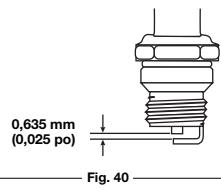

Fig. 40
1. Apague el motor y espere que se enfrié. Retire los seis (6) tornillos de la parte posterior de la tapa del motor con destornillador de cabeza plana o Torx No. T-25 (Fig. 40).
4. Cambie las bujías que estén rajadas, sucias o deterioradas. Fije la separación de aire a 0,635 mm (0,025 pulgadas) utilizando un calibrador (Fig. 40).